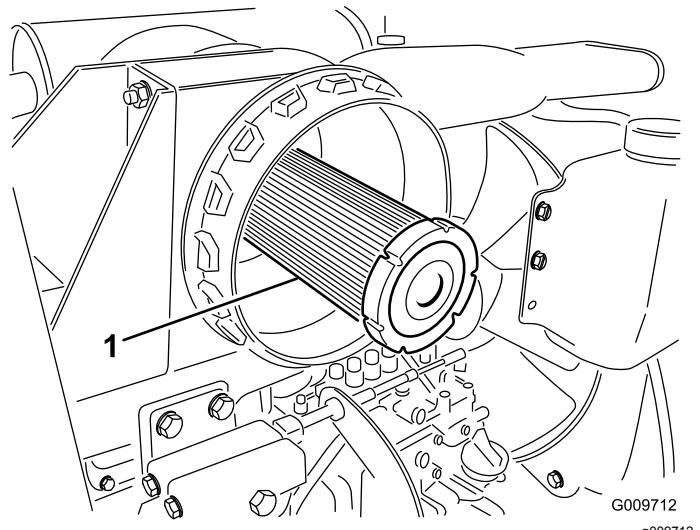

Figura 77
**Importante:** No intente nunca limpiar el filtro de seguridad (Figura 77). Sustituya el filtro de seguridad después de cada tres revisiones del filtro primario.